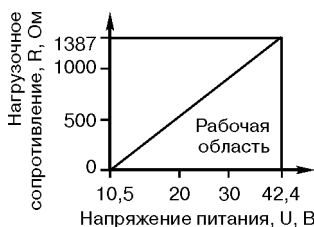

Рис.2.
**Для расходомеров на базе датчиков 3051S с опцией DA и преобразователей 3051SMV:** напряжение питания 12...42,4 В с минимальным сопротивлением контура питания  $R_n > 250$  Ом. Максимальное сопротивление нагрузки определяется уровнем напряжения внешнего источника питания и не должно выходить за пределы рабочей зоны, приведенной на рис.2, 3. Для обеспечения передачи данных по протоколу HART минимальное сопротивление контура должно быть не менее 250 Ом.